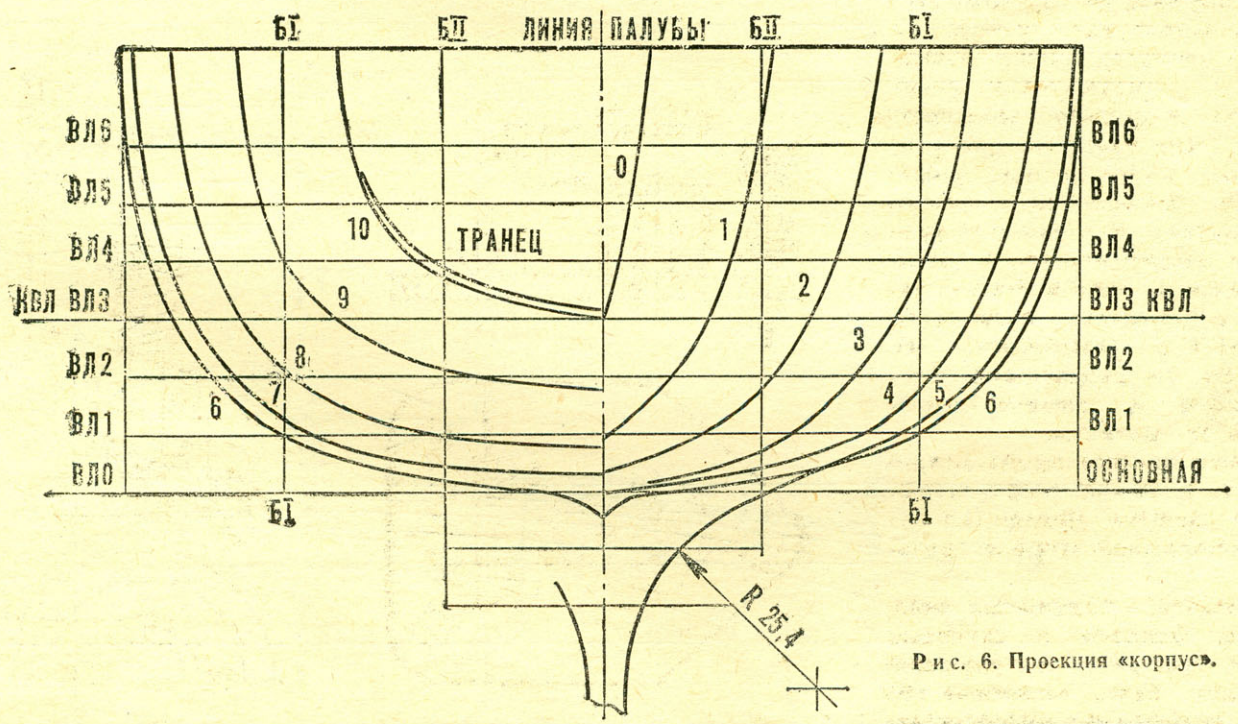

Рис. 6. Проекция «корпус».
**Корпус** модели состоит из двух слоев стеклоткани и выклеивается по деревянной болванке, изготовленной согласно теоретическому чертежу (рис. 6, 7). Для внутреннего слоя больше подходит стеклорогожа, а для внешнего — стеклоткань АСС-10 или подобная ей. Для выклейки удобнее использовать эпоксидные смолы «холодного» отверждения ЭД-5, ЭД-6 и другие.